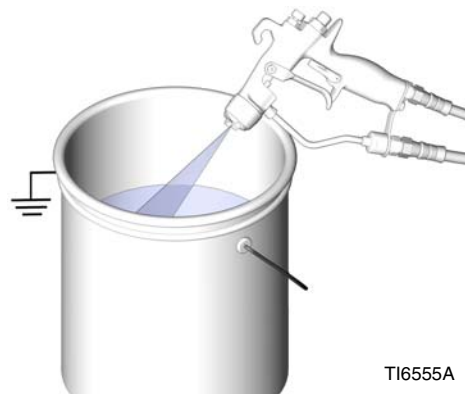

FIGURA 11
5. Mantenere una parte metallica della pistola a contatto con il lato di un secchio metallico collegato a terra. Premere il grilletto per scaricare la pressione. Vedere la FIGURA 11.